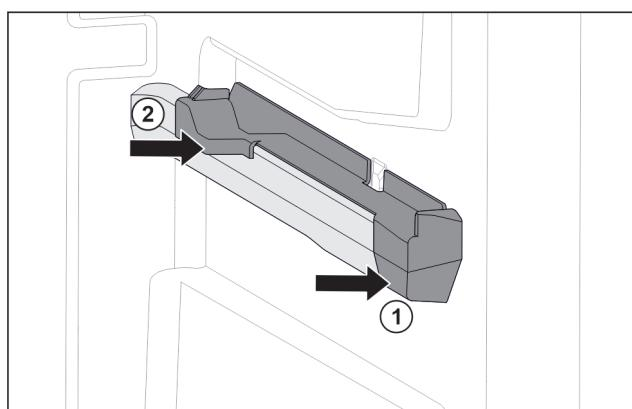

Fig. 59 Вставная часть на правом контейнерном ребре
- ▶ Наденьте вставную часть спереди на контейнерное ребро. Fig. 59 (1)
- Нажмите на вставную часть сзади. Fig. 59 (2)